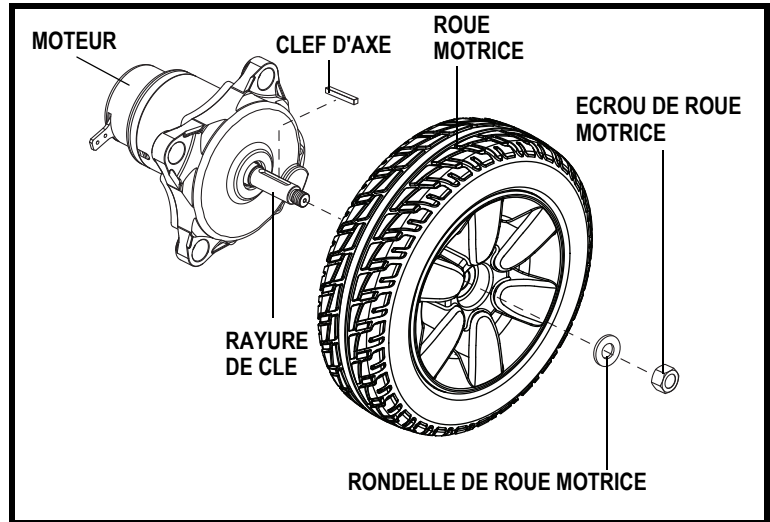

Figure 28. Roue motrice du Jazzy Select
8. Retirez les écrous qui retiennent les deux motifs de la jante ensemble. **Voir la figure 28.**
12. Réinstallez la roue motrice, la rondelle et l'écrou sur l'essieu et serrez bien. **Voir la figure 28.**